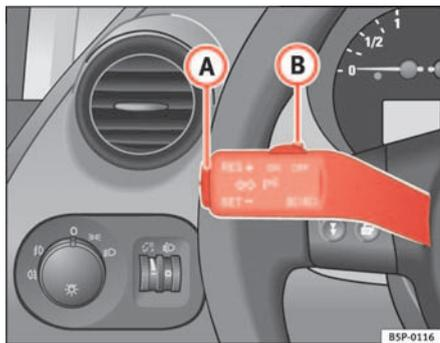

Fig. 140 Leva degli indicatori di direzione e degli abbaglianti: l'interruttore e il tasto di comando del regolatore di velocità
- Spostare verso sinistra l'interruttore ⇒ fig. 140 **B**, posizionandolo su **ON**.